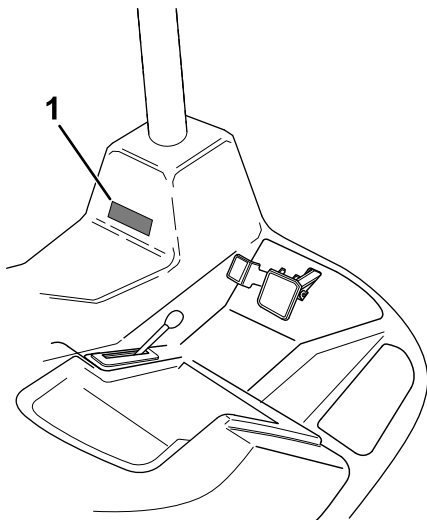

Figura 6
10. Instale o autocolante do sensor de declive junto do autocolante de estabilidade da máquina na plataforma do operador (Figura 6).